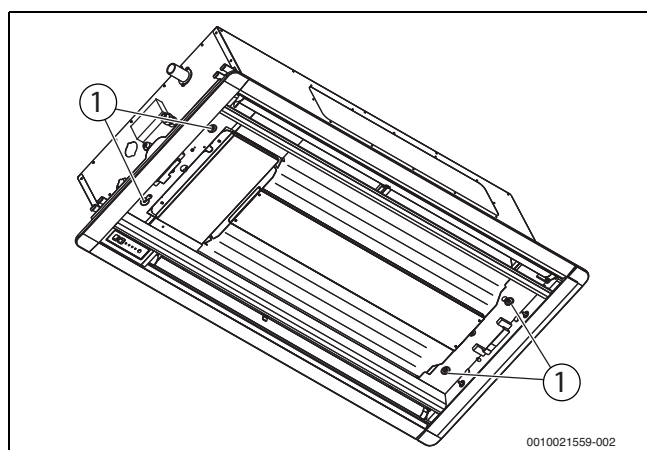

Рис. 16
5. Затяните четыре винта. Монтажное положение показано на рис. 16. Закрепите панель на корпусе блока так, чтобы между панелью и потолком не было зазора.